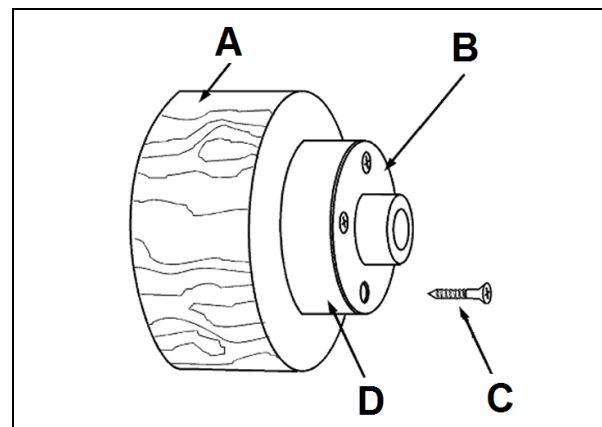

Fig 17
Fixer la pièce à usiner (A, Fig. 17) avec 4 vis à bois (C) par derrière directement sur le plateau circulaire.